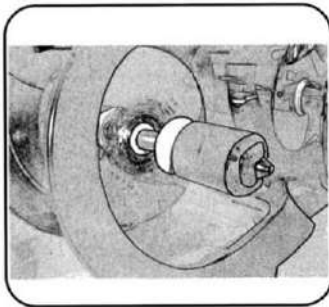

Abb. 36
- Danach die Dichtungen der Spirale mit Wasser befeuchten (Abb.36).